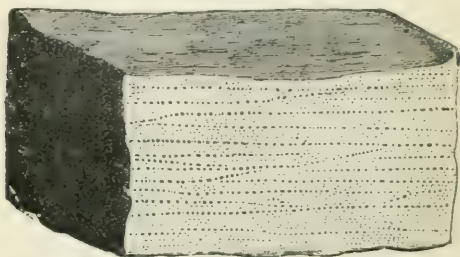

FIG. 16. — Fragment de grès.
20. — Le *grès* (fig. 16) est une roche formée de *grains de sable*. Il y a deux grandes catégories de grès : les *grès calcaires* et les *grès siliceux*.